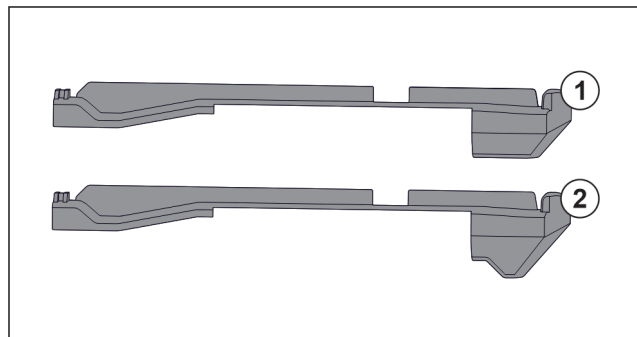

Fig. 31 Porovnanie násuvných dielov
V zariadení sa nachádzajú dva rozdielne násuvné diely. Násuvný diel nad spodnou zásuvkou Fig. 31 (2) má trojuholníkovú hranu. Všetky ostatné násuvné diely Fig. 31 (1) majú rovnú hranu.
- Namontujte násuvný diel Fig. 31 (2) s trojuholníkovou hranou nad spodnú zásuvku.
- Namontujte násuvný diel Fig. 31 (1) s rovnou hranou na všetky ostatné miesta.